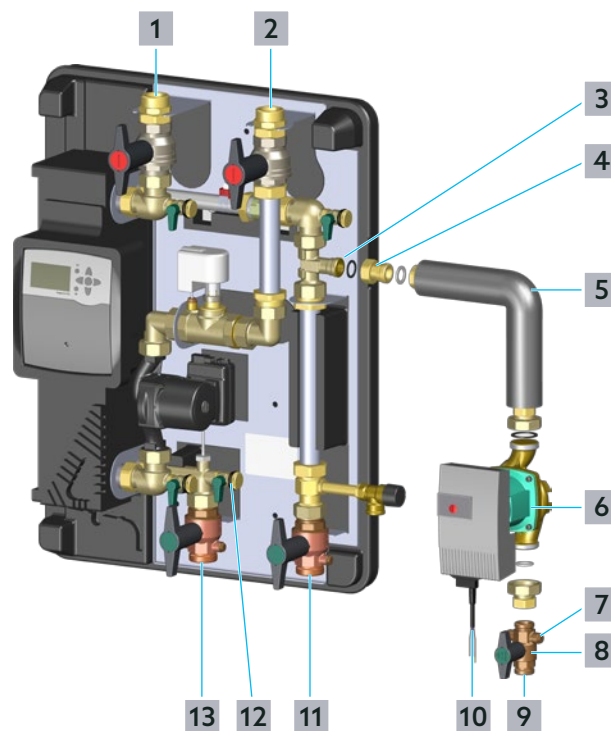

Fig. 2: Exemple d'installation
- 2 Fermer lentement le robinet d'arrêt à tournant sphérique sur l'aller eau potable froide (position **11** sur la Fig. 2 en page 5).
- 3 Fermer lentement le robinet d'arrêt à tournant sphérique sur retour eau chaude sanitaire (position **13** sur la Fig. 2 en page 5).
- 4 Dévisser le capuchon du robinet de vidange et de remplissage à tournant sphérique - Eau chaude sanitaire (position **12** sur la Fig. 2 en page 5) et raccorder un tuyau de vidange.
- 6 Dévisser le capuchon du raccordement du jeu de bouclage d'E.C.S. (position **3** sur la Fig. 2 en page 5).
- 7 Monter le clapet ATS (position **4** sur la Fig. 2 en page 5) avec le joint d'étanchéité correspondant sur la station.
- 8 Monter le tube coudé (position **5** sur la Fig. 2 en page 5) avec le joint d'étanchéité correspondant sur le clapet ATS.
Vous pouvez monter le circulateur à haut rendement (accessoire) et le robinet à tournant sphérique (position **8** sur la Fig. 2 en page 5) à un endroit quelconque entre le dernier point de puisage et la station d'eau chaude sanitaire sur le retour bouclage d'E.C.S.
- Si vous souhaitez réaliser votre installation selon l'exemple d'installation sur la Fig. 2 en page 5, visser le circulateur à haut rendement que vous avez choisi sur le tube coudé. Respecter les consignes figurant dans les documents joints au circulateur.
- Monter le robinet à tournant sphérique (position **8** sur la Fig. 2 en page 5) à un endroit quelconque entre le dernier point de puisage et le tube coudé.